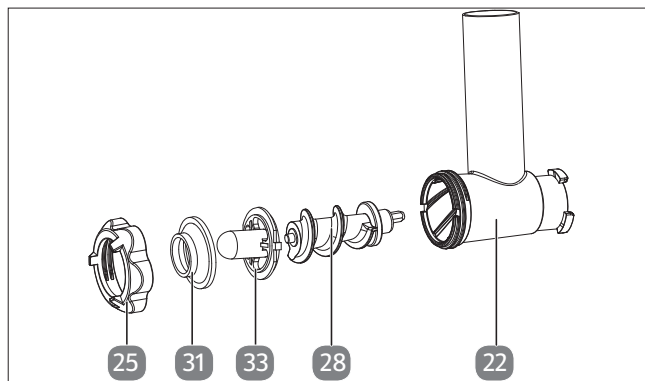

Fig. 24 – Accessori per kibbeh
1. Assemblare gli accessori come raffigurato (vedere Fig. 24).